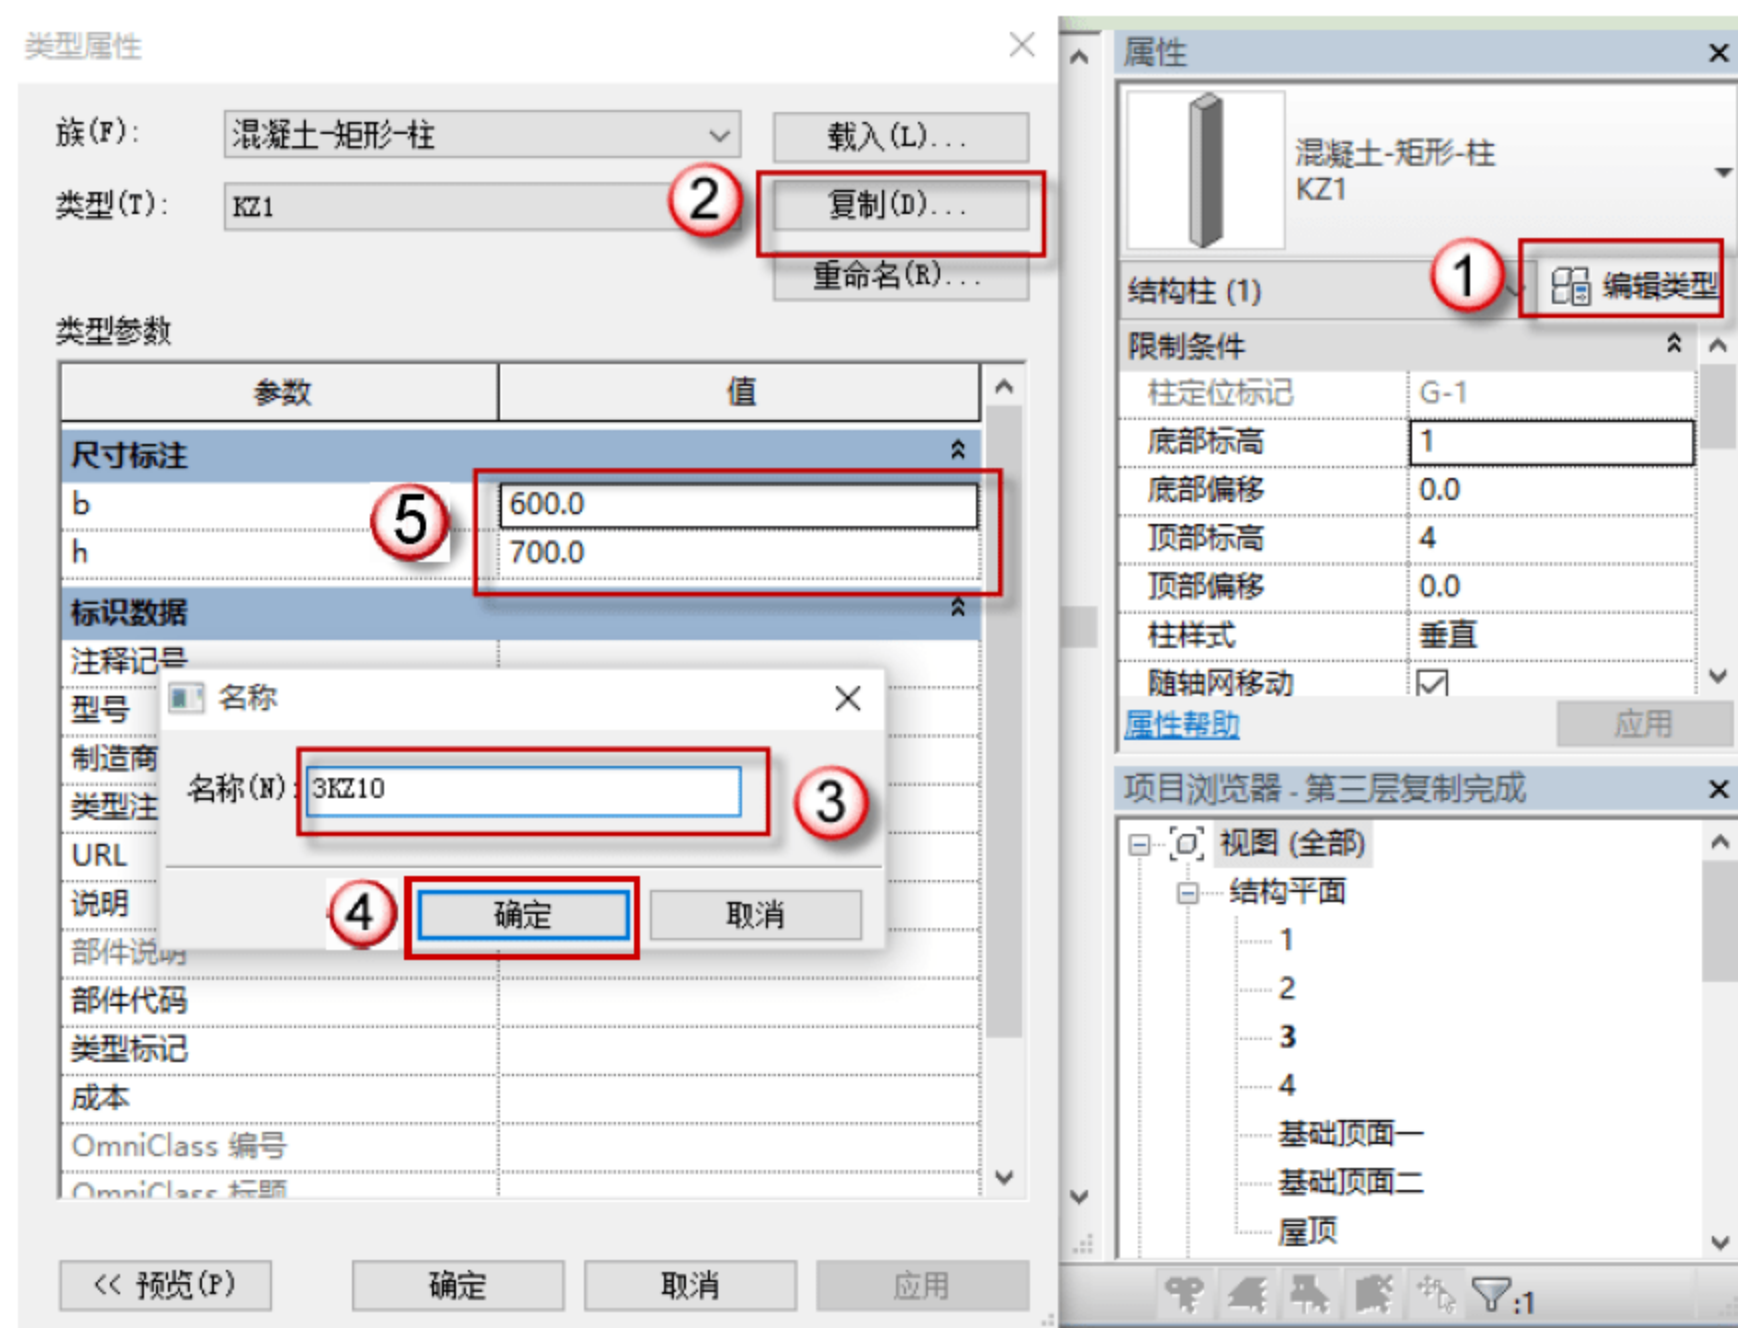

图 4.4.11 修改 KZ10
(11) 修改 KZ10 的参数以及名称，单击 KZ10 对象，单击“编辑类型”按钮，在弹出的对话框中，单击“复制”按钮，在弹出的对话框中命名新的族名称“3KZ10”，单击“确定”按钮，在“尺寸标注”栏中修改截面参数，如图 4.4.11 所示。